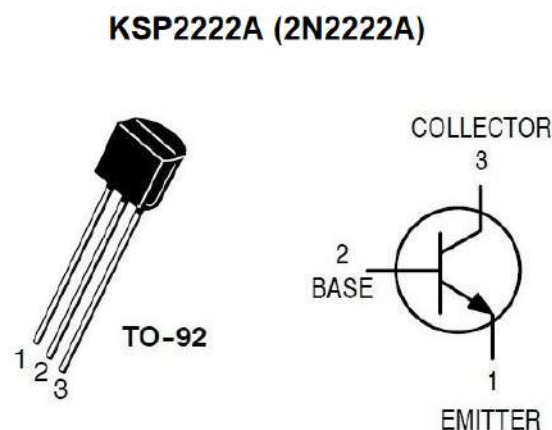

Рисунок 3 – Цоколёвка транзистора KSP2222A (2N2222)
- Цоколёвка транзистора KSP2222A (аналог 2N2222) по спецификации производителя представлена на рис. 3:
- Цветовая маркировка резисторов представлена на рис. 3